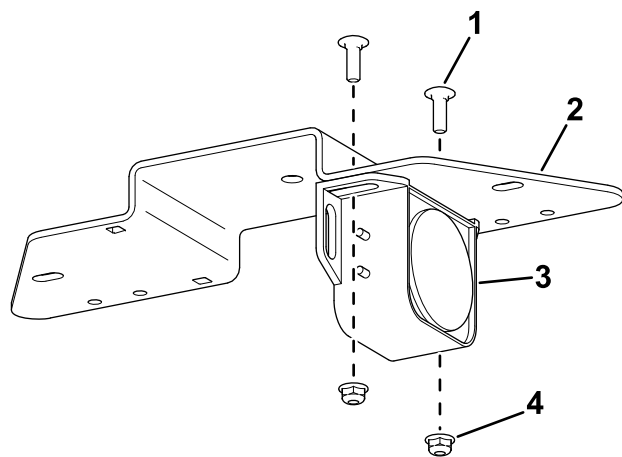

Figura 1
- Utilizzate 2 bulloni a testa tonda (1/4" x 3/4") e 2 dadi flangiati (1/4") per fissare l'allarme alla staffa di montaggio (Figura 1).